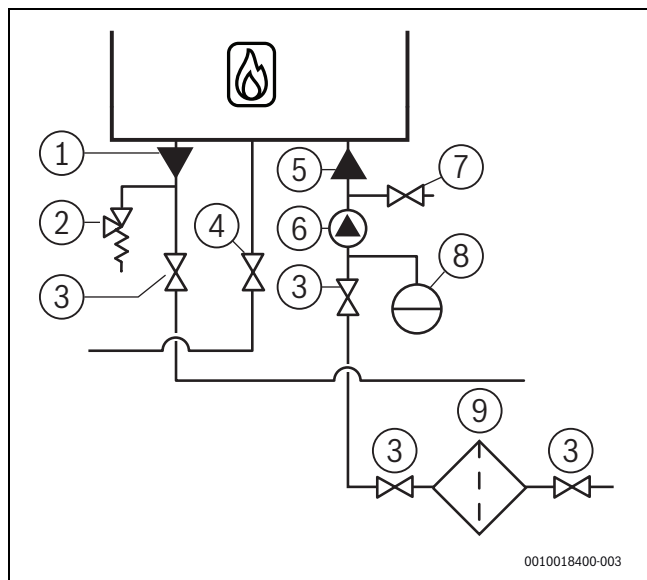

Fig. 18 Conectarea țevilor de apă caldă
- Montați racordul pentru vasul de expansiune și supapa de siguranță direct sub cazan și deasupra robinetelor de întreținere. (→ Fig. 18, pag. 18).
- Instalați un robinet de întreținere în țeava de tur și cea de retur (→ Fig. 18, pag. 18).